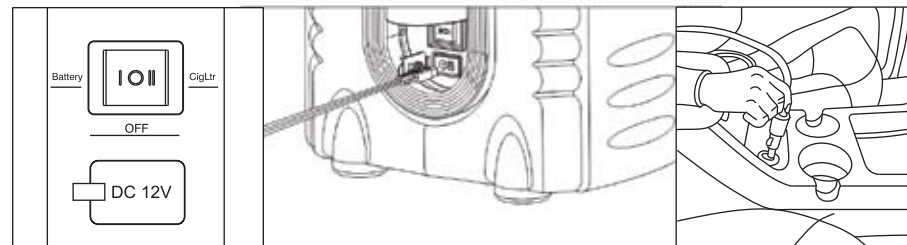

Рис.5
5. Если Вы хотите включить мини-мойку автономно от встроенной аккумуляторной батареи, переведите переключатель в положение (I-“Battery”)(рис.5). Если подключать от бортовой сети автомобиля, то нужно подключить сетевой шнур к мини-мойке, далее вставить штекер в гнездо прикуривателя автомобиля и перевести переключатель на мини-мойке в положение (II-“CigLtr”).